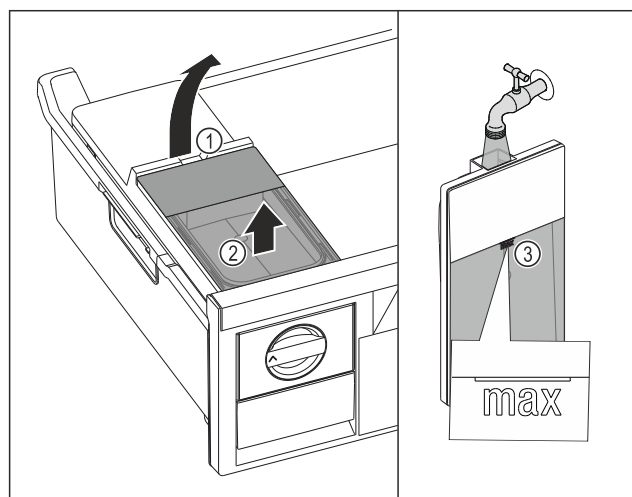

Fig. 91
- ▶ Sollevare il serbatoio dell'acqua dalla cavità Fig. 91 (1).
- ▶ Rimuovere il serbatoio dell'acqua estraendolo verso l'alto. Fig. 91 (2)
- ▶ Riempire il serbatoio dell'acqua con acqua potabile fino al contrassegno Fig. 91 (3).